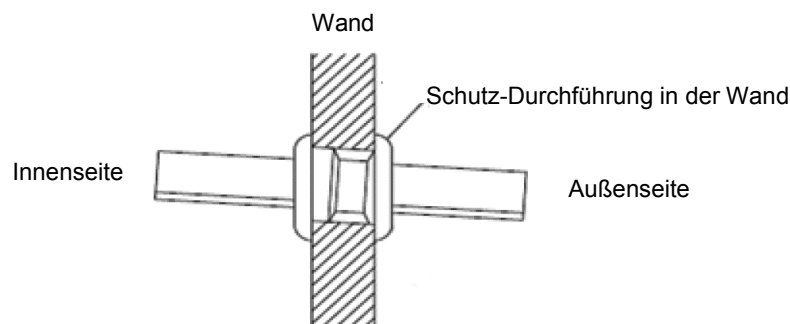
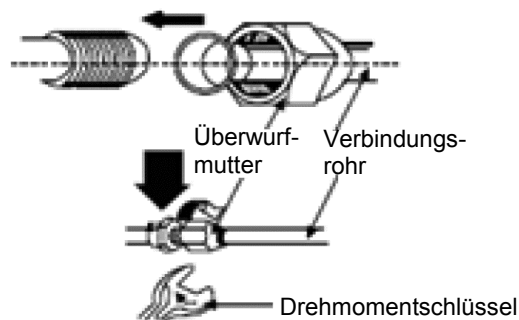

Abb. 7-1: Installation der Verbindungsrohre für Kältemittel durch die Wand
Abb. 7-2: Anschluss des Verbindungsrohres
- (1) Muss die Verbindungsleitung zwischen dem Wasserbehälter und der Haupteinheit durch eine Wand installiert werden, ist eine Bohrung von  $\varnothing 55$  mm in der Wand zu bohren. Das Gefälle der Bohrung muss dem Bild 7-1 entsprechen. Die beiden Seiten der Bohrung müssen mit Durchführungen geschützt werden.
- (2) Binden Sie Verbindungsrohre, Netzanschlusskabel, Kabel von Temperatursensoren und Kommunikationskabel der Kabel-Fernbedienung (falls hier vorhanden) mit wärmebeständigem Isolierband zusammen, dann stecken Sie das Bündel durch die Bohrung durch.
- (3) Entfernen Sie die Anschlüsse der Kältemittelrohre vom Wasserbehälter, und nehmen Sie Abdichtmuttern vom großen und kleinen Ventil der Außeneinheit ab. Bestreichen Sie die Rohr- und Ventilanschlüsse mit Kältemittelöl.
- (4) Entfernen Sie die Schutzverschlüsse von den Verbindungsrohren. Zentrieren Sie den aufgeweiteten Stutzen des Verbindungsrohres mit dem Rohr- und dem Ventilanschluss, schrauben Sie die Überwurfmutter des Rohres von Hand auf, dann ziehen Sie mit einem Schlüssel fest, wie im Bild 7-2 gezeigt.